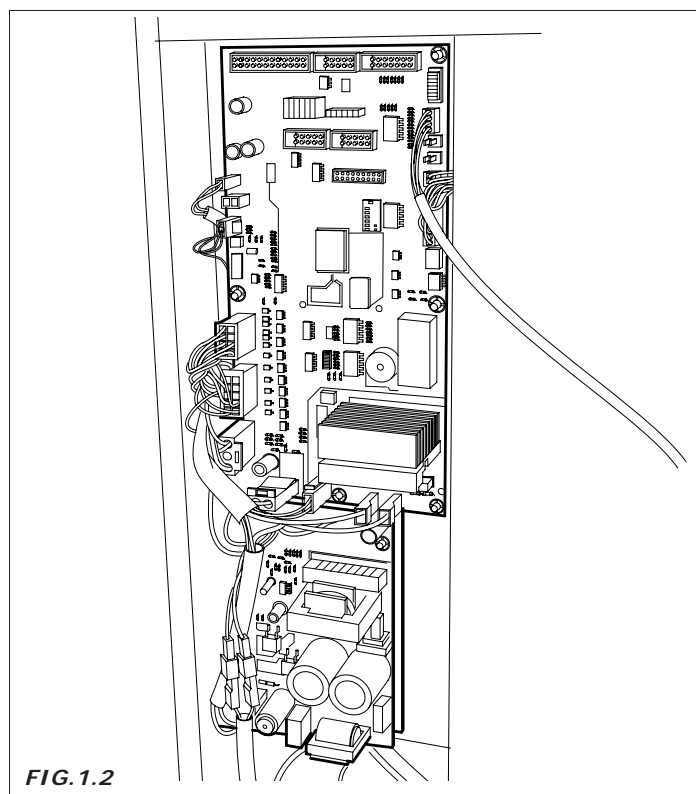

FIG. 1.2
- versão do programa contido na microprocessore (etiqueta adesiva sobre componente montado sobre a ficha Master) (Fig. 1.2).